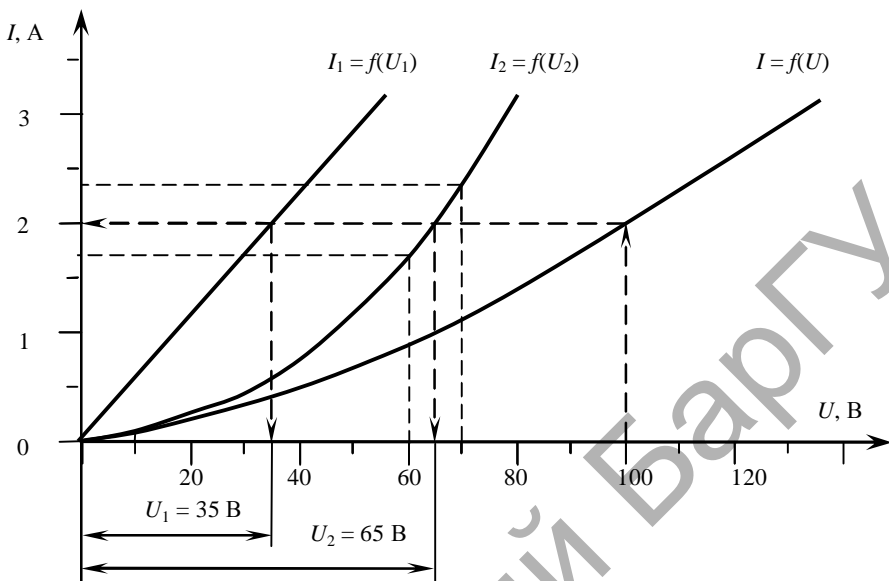

Рисунок 1.7
**Решение.** Расчёт производим графическим методом. Для этого в системе координат с масштабами  $m_U$  и  $m_I$  строим вольт-амперную характеристику нелинейного элемента  $R_2$  и линейного элемента  $R_1$  (рис. 1.7).
Динамическое сопротивление нелинейного элемента определим в окрестности рабочей точки с напряжением 60...70 В (см. рис. 1.7) по выражению